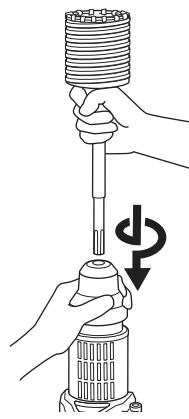

Fig. 18
#### (2) Monter la queue de couronne sur le marteau rotatif à percussion. (Fig. 18)